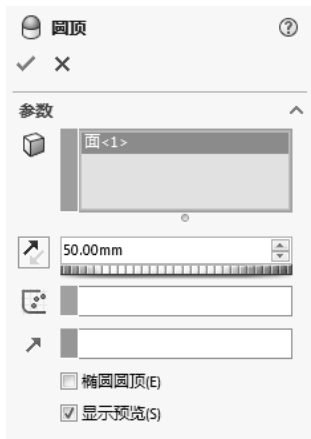

图 6-53 “圆顶”属性管理器
5) 圆顶实体。选择菜单栏中的“插入”→“特征”→“圆顶”命令，系统弹出“圆顶”属性管理器。在“参数”选项组中，单击选择图 6-52 所示的表面 1。按照图 6-53 所示进行设置后，单击✓(确定)按钮，圆顶实体如图 6-54 所示。